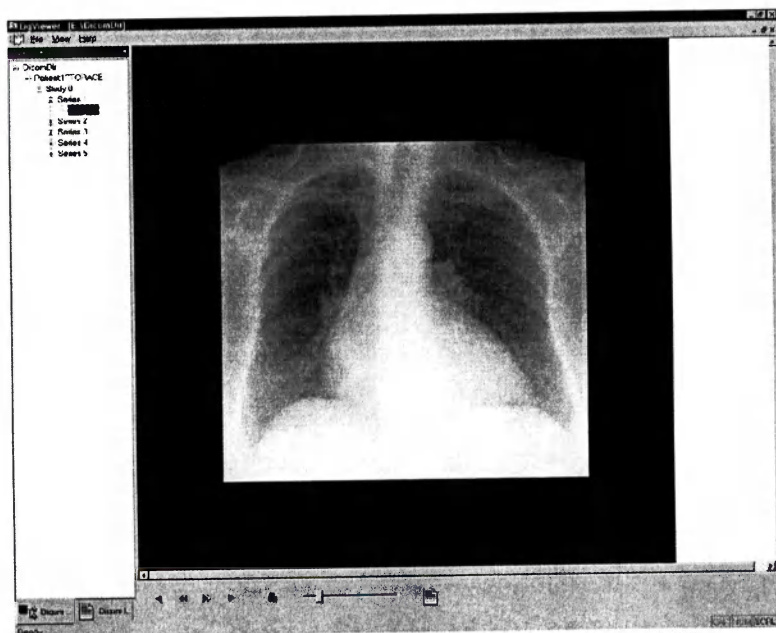

Рисунок 187
– выберите изображение для просмотра в центре экрана (см. рисунок 187);